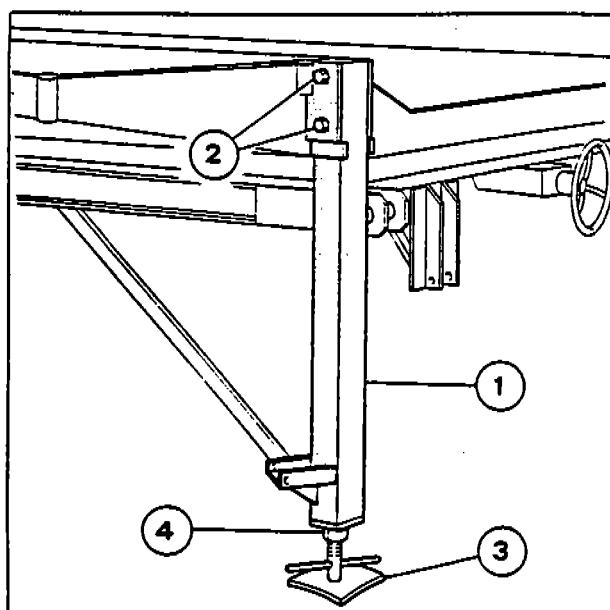

Fig. 6
d) A livellamento effettuato, montare gli stabilizzatori (1-Fig. 6) nella propria sede fissandoli con le apposite viti (2-Fig. 6). Eliminare l'eventuale gioco, tra piedino (3-Fig. 6) e piano di appoggio, avvitando o svitando il piedino stesso. Bloccare il controdado (4-Fig. 6).
- d) A livellamento effettuato, montare gli stabilizzatori posteriori (1-Fig. 6) nella propria sede, fissandoli con le apposite viti (2-Fig. 6). Eliminare l'eventuale gioco tra piedino (3-Fig. 6) e piano di appoggio, avvitando o svitando il piedino stesso. Bloccare il controdado (4-Fig. 6).